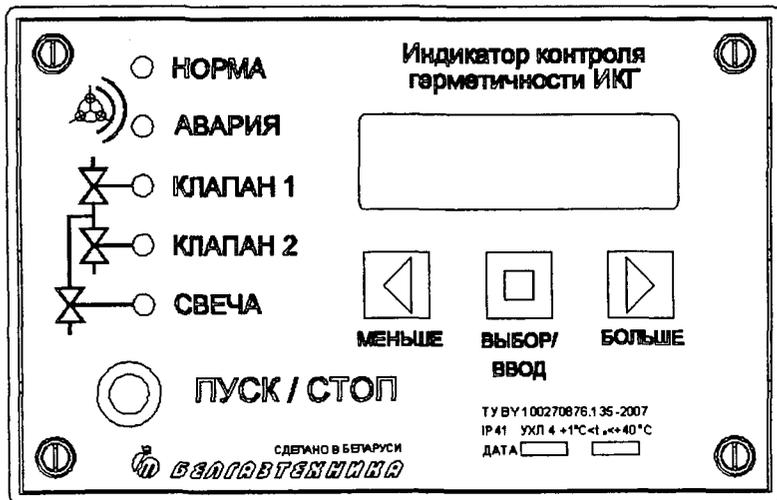

Рисунок 3 – Лицевая панель блока электронного индикатора.
1.4.3 На лицевой панели блока электронного (рисунок 3) расположено: